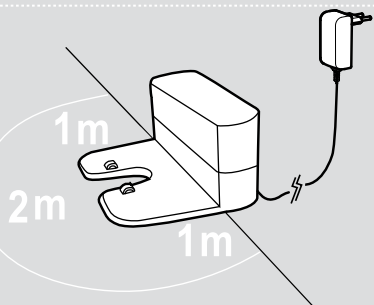

Рис. 2
1. Вставьте вилку адаптера электропитания в гнездо и подключите его к зарядной базе. **[Рис. 2]**
4. В зоне вокруг зарядной базы (на расстоянии 2 м спереди и 1 м с каждой стороны) не должно находиться никаких предметов. **[Рис. 2]**